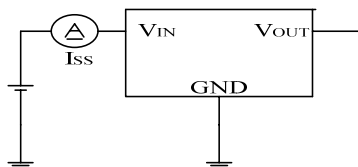

图2
- 3 I_{SS} : $V_{IN} = 30V$ 无负载时, 图 2 中电流表的电流值